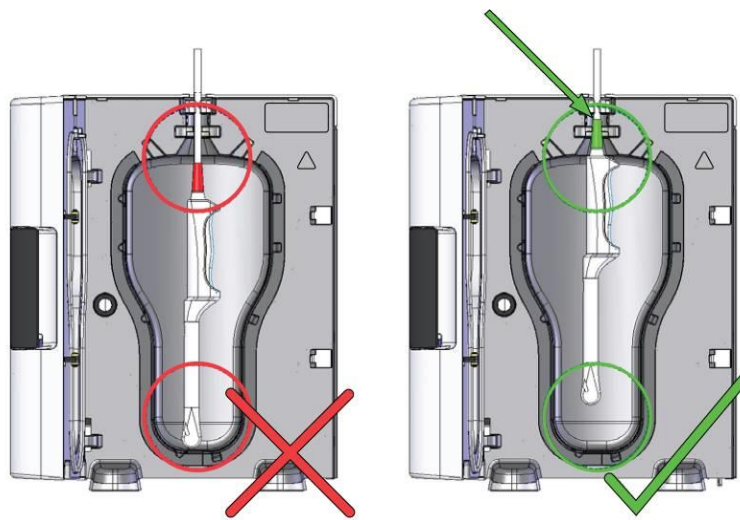

Figure 10
4. Une fois la sonde installée, veillez également à ce que son extrémité ne dépasse pas la ligne parcourant la chambre de désinfection (voir figures 10 et 11).